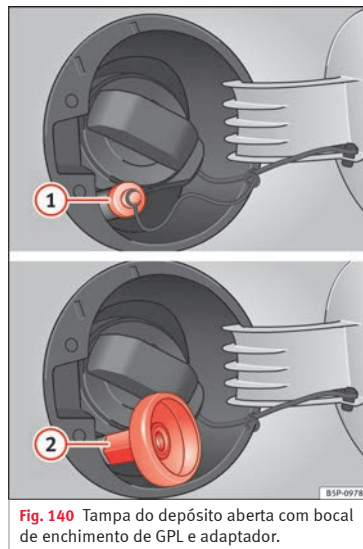

Fig. 140 Tampa do depósito aberta com bocal de enchimento de GPL e adaptador.
- Destape o bocal de enchimento de gás » » **Fig. 140 ①**.
- Enrosque o adaptador correspondente ② ao bocal de enchimento de GPL.